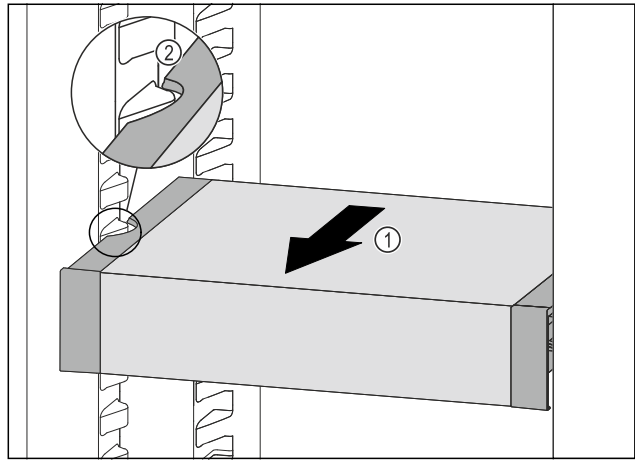

Fig. 128
- ▶ Вытягивайте VarioSafe вперед Fig. 128 (1), пока боковые выемки VarioSafe не окажутся на высоте выступа резервуара в холодильном отделении. Fig. 128 (2)